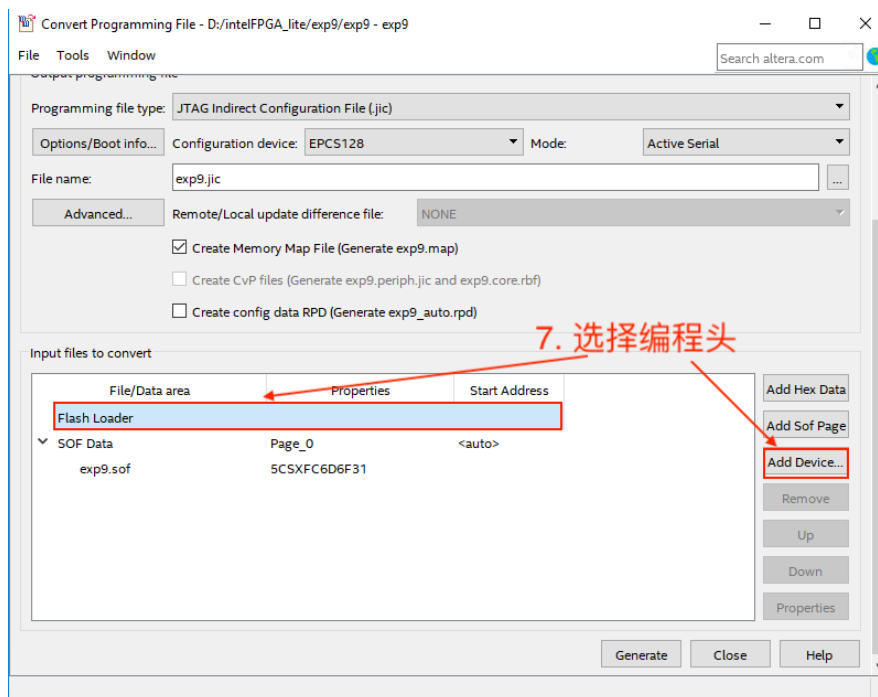

图 1-3: 文件转换配置界面完成第 6 步
6. 输入 sof 文件名：点击下面的 **SOF Data**，然后点击 **Add File**。在新的对话框中选择你已经编译生成好的 .sof 文件。这个文件就是将来 FPGA 会开机自动编程的文件。完成后如图 1-3 所示。